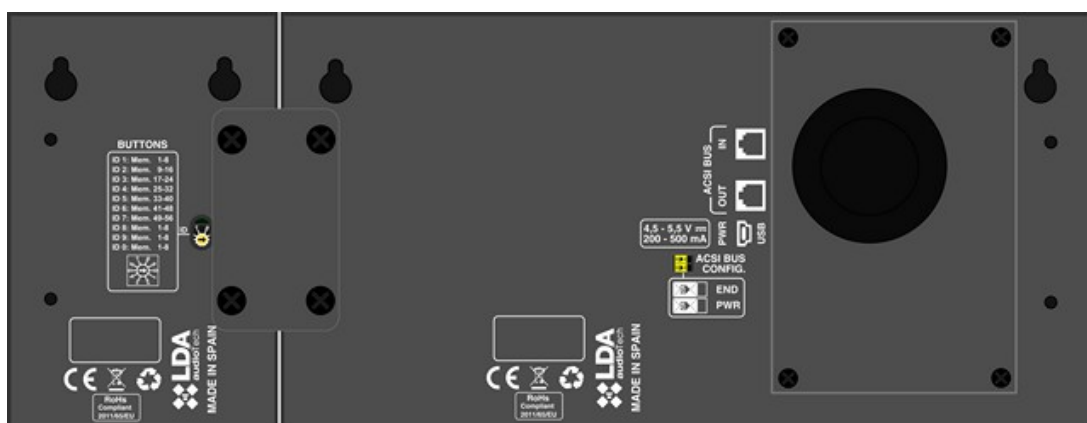

Ilustración 14: Conexión Teclado Expansión. Paso 4 Bloqueo
- Voltee ambos equipos unidos, y atornille el accesorio metálico de unión que bloquea los cuerpos de los dos equipos (suministrado). Ilustración 14